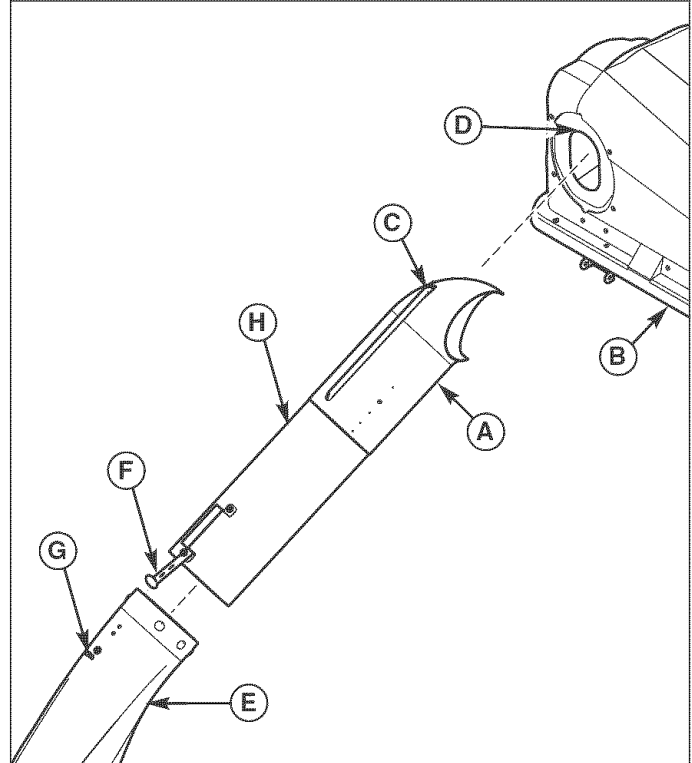

**Figura 42. Instale el tubo inferior - Plataforma del cortacésped de 44" y 50"**
1. Instale la placa de montaje (A, Figura 42) en la plataforma del cortacésped como se muestra. Fíjela con pernos de cabeza de hongo de 5/16-18 x 5/8 (C) y contratuercas de 5/16-18 (B).
2. Levante el deflector de descarga (F).
3. Inserte la barra del conducto inferior (D) en la placa de montaje (A).
4. Estire la banda elástica (E) hasta debajo del deflector de descarga y fíjela colocando el orificio (H) sobre la contratuerca (G).